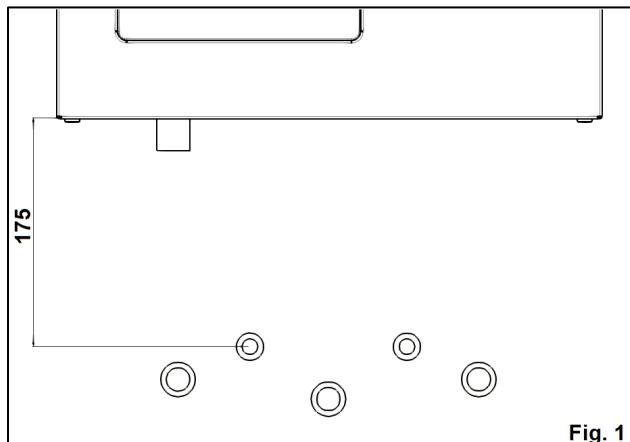

Fig. 1
1. Se verifică dacă centrala este poziționată la distanța 175mm față de axa racordului situat cel mai sus. (Fig. 1)